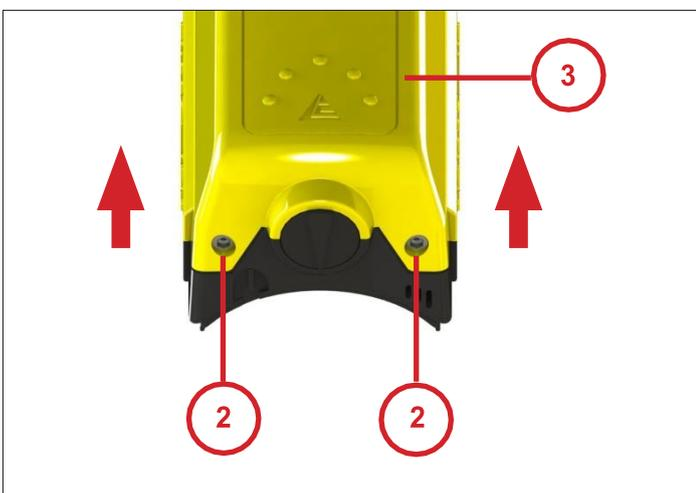
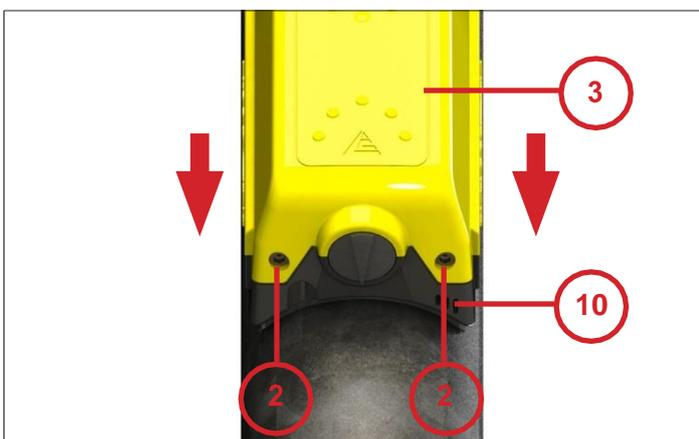

Abb. 14
Abb. 18
- Geräte-Oberteil (3) wie in Abb. 14 beschrieben, abmontieren.
- 2 Stück Kreuzschlitz-Schrauben (14) zur Einstellung der Vibrationsstärke lockern.
- Sitz der Vibratordichtung prüfen und Geräte-Oberteil wieder montieren (Abb. 18).